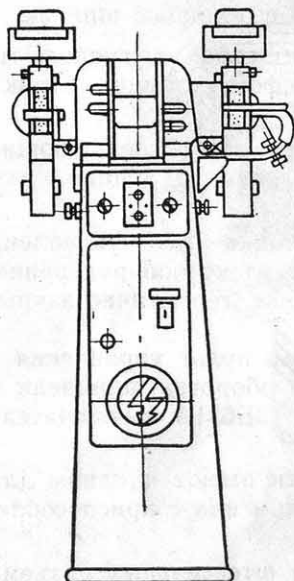

Рис. 1. Станок модели ЗБ631
1.1.1. Точильно-шлифовальный станок модели ЗБ631 (рис. 1) благодаря наличию двух скоростей вращения шлифовальных кругов (22 и 11 м/с) и оснащению различными приспособлениями обеспечивает выполнение следующих работ: